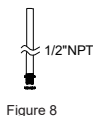

Figure 8
1. Dévisser les écrous sur 1/2" NPT.(figure 8)